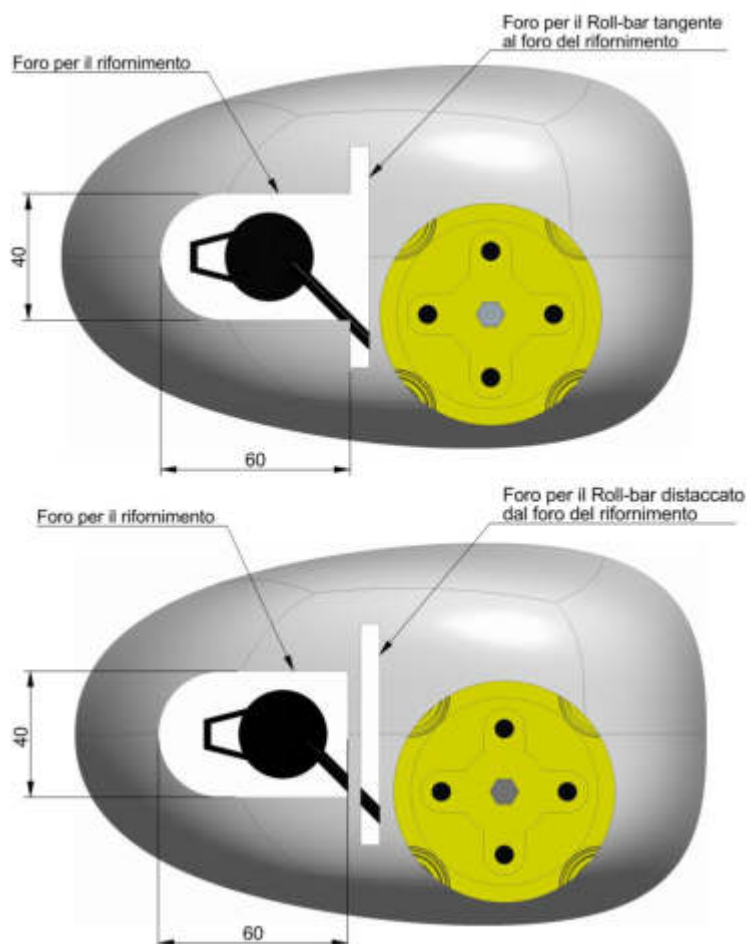

Figura 14: Disposizioni consentite per il foro del Roll-bar
- Foro con diametro massimo di 50,0 mm oppure 40,0 mm x 60,0 mm (si veda la Figura 14 di pag. 42) per bocchettone rifornimento;